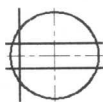

图 1.1.16 绘制构造线
(1) 创建如图 1.1.16 所示的垂直构造线。选择 **绘图(D) → 构造线(X)** 命令, 在命令行中
(2) 创建如图 1.1.16 所示的两条水平构造线。选择 **绘图(D)** → **构造线(T)** 命令, 在命令行中输入字母 O 并按回车键, 输入偏移距离值 8 后按回车键, 选取水平中心线为偏移对象, 在水平中心线上方的空白区域单击, 以确定偏移方向, 再次选取水平中心线为偏移对象, 并在其下方单击, 按回车键结束命令。